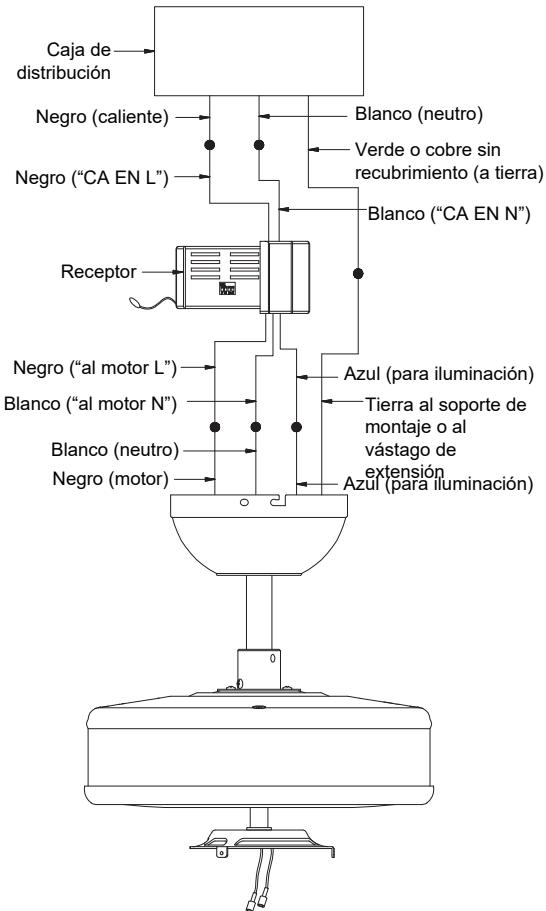

Fig. 14
**Paso 2.** Conexiones eléctricas del motor al receptor: (**Fig. 14**) Conecte el cable negro del ventilador al cable negro marcado como "TO MOTOR L" (AL MOTOR L) del receptor. Conecte el cable blanco del ventilador al cable blanco marcado como "TO MOTOR N" (AL MOTOR N) del receptor. Conecte el cable azul del ventilador al cable azul marcado como "FOR LIGHT" (PARA ILUMINACIÓN) del receptor. Asegure las conexiones de cables con las tuercas plásticas para cable proporcionadas.
**Paso 3. (Fig. 14)** Conexiones eléctricas del receptor a los cables de alimentación del hogar: Conecte el cable negro (caliente) del cielorraso al cable negro marcado como "AC in L" (CA en L) del receptor. Conecte el cable blanco (neutro) del cielorraso con el cable blanco marcado como "AC in N" (CA en N) del receptor. Asegure las conexiones de cables con las tuercas plásticas para cable proporcionadas.
**Paso 4. (Fig. 14).** Si su caja de distribución tiene un cable de puesta a tierra (verde o cobre sin recubrimiento), conéctelo a los cables de puesta a tierra del ventilador; en caso contrario, conecte el cable de puesta a tierra del soporte colgante al soporte de montaje. Asegure la conexión eléctrica con una tuerca de plástica para cable proporcionada. Después de haber conectado los cables, sepárelos de manera que el cable verde y el cable blanco queden de un costado de la caja de distribución y el cable azul y el cable negro queden del otro costado. Empuje con cuidado las conexiones de cables hacia arriba dentro de la caja de distribución.